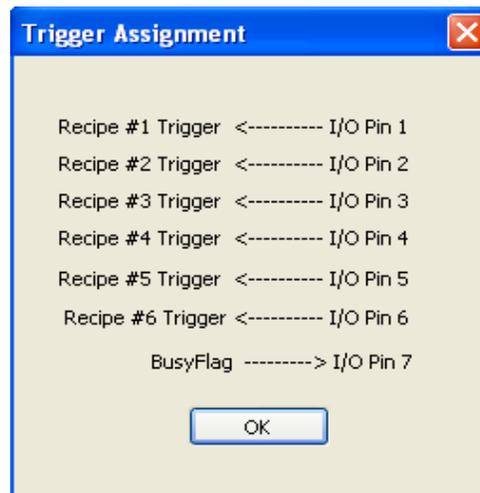

Figure 5-2 : carte de déclenchement
6. **Trigger Map (Carte de déclenchement)** : affiche l'affectation du signal de déclenchement aux compositions de distribution. Par exemple, en Figure 5-2 ci-dessous, le signal de déclenchement de la broche E/S 1 est utilisé pour activer la composition n° 1. Le BusyFlag (ou drapeau occupé) (E/S 7) est un signal de sortie que le régulateur externe/robot peut utiliser pour surveiller l'état du système de projection. Quand le système de projection est inactif, le signal BusyFlag est défini sur Élevé ; quand le système de projection est activé, le signal BusyFlag est défini sur Bas. Un régulateur externe/robot peut utiliser le signal BusyFlag pour synchroniser le temps pour le prochain déclenchement de composition.